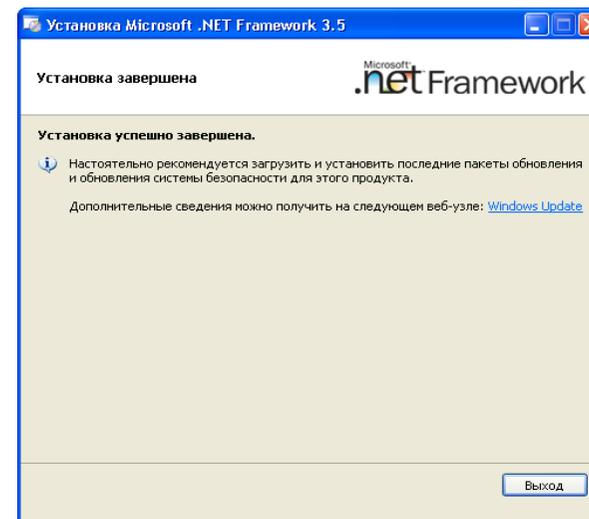

Рисунок 6.5
5) После установки программы "FrameWork\_3.5" на экране ПК появится окно с сообщением о завершении установки (рисунок 6.5).